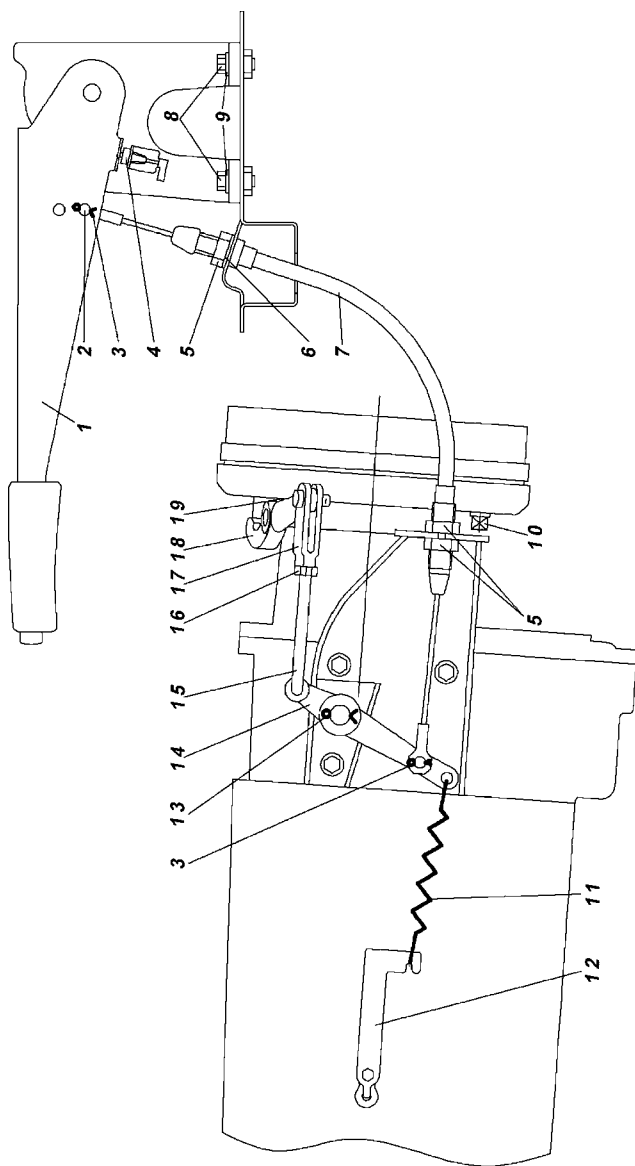

Рис. 9.65. Привод стояночного тормозного механизма для автомобилей с пятиступенчатой коробкой передач:
2. Переместите рычаг стояночного тормоза 1 (рис. 9.65, 9.66) в крайнее нижнее положение.